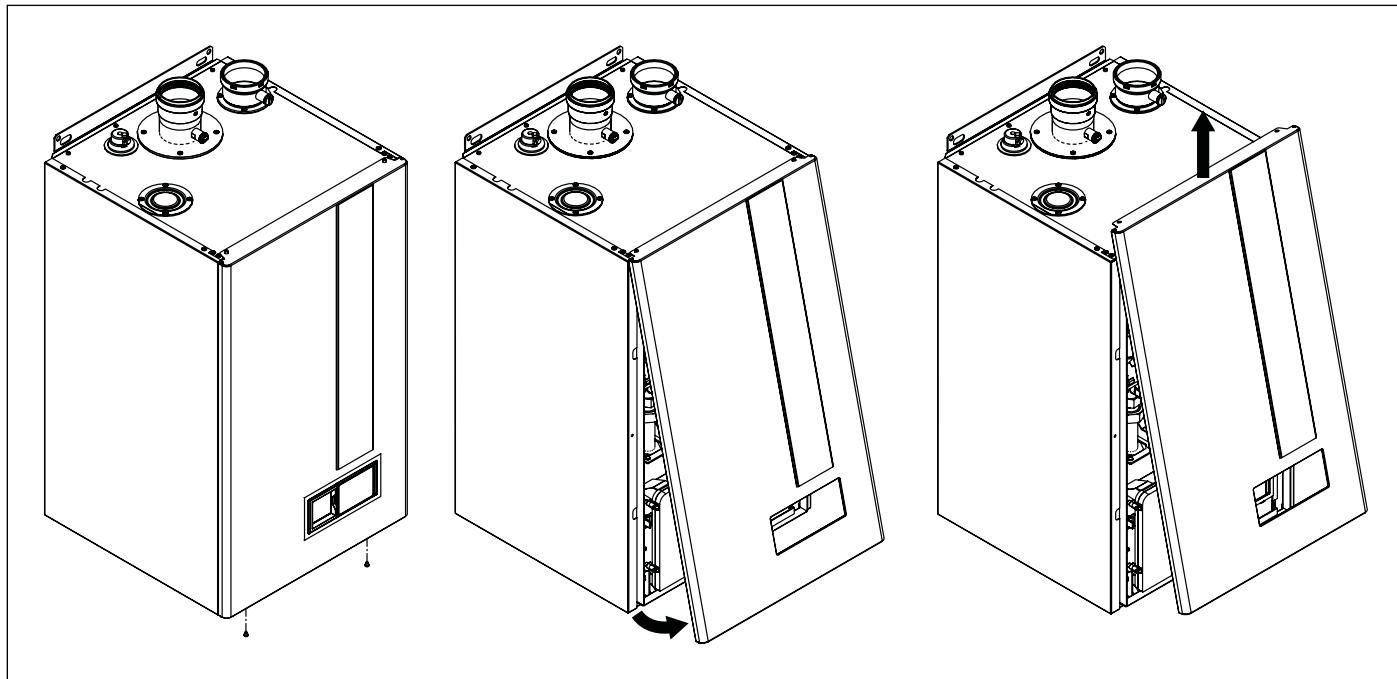

Рис. 24 Отвір у корпусі
- Зніміть передню панель бойлера (див. Рис. 24 Отвір у корпусі).